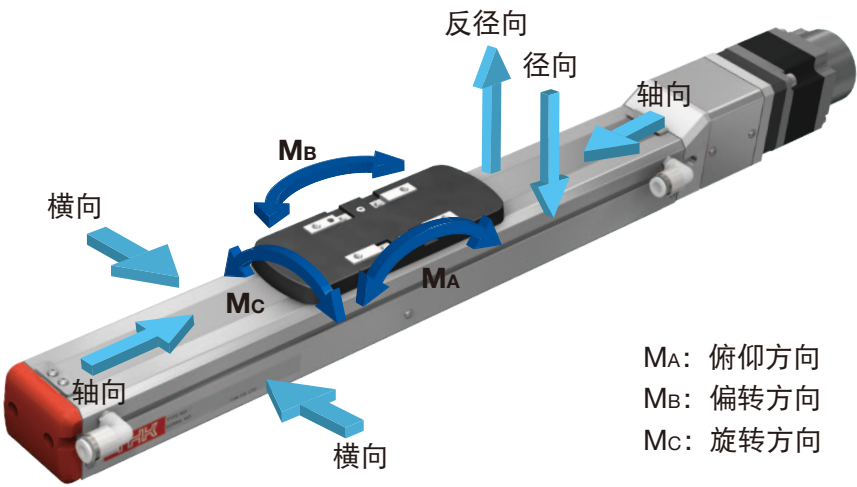

图 4 负载荷重和力矩方向
- 静态容许力矩如表 6 所示。力矩方向请参考图 4。
- 静态容许负载如表 7 所示。负载方向请参考图 4。